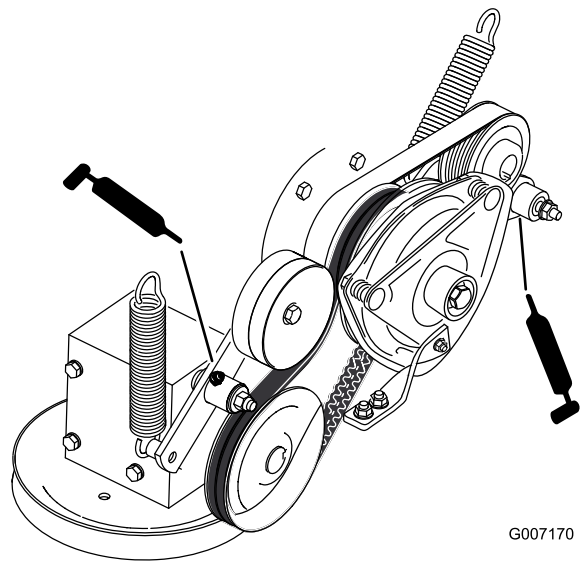

Bild 34
8. Fetten Sie den Spannarm des Zapfwellenkeilriemens ein (Bild 34).
9. Fetten Sie den Spannarm des Pumpenriemens ein (Bild 34).